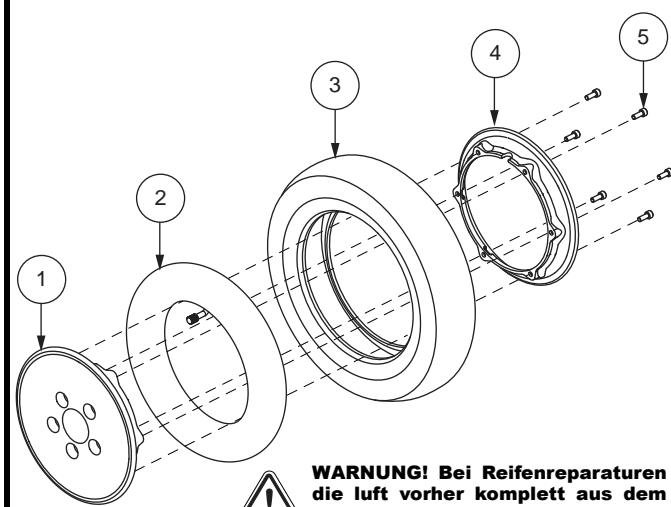

Abb. 27. Zerlegen und Zusammenbauen von Luftreifen
6. Entfernen Sie die Schrauben und trennen die äußere und innere Felge voneinander. Siehe Abb. 27.